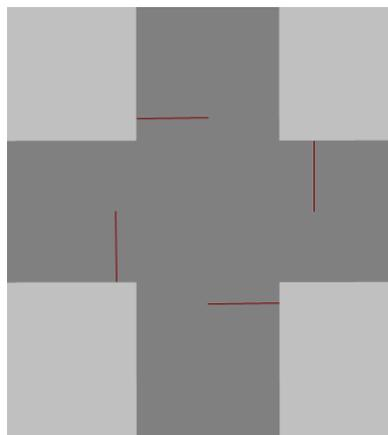

Figura 14
25. Faça o mesmo procedimento para a outra via vertical que segue no sentido contrário. A figura 14 indicará como deverão estar posicionados os semáforos.